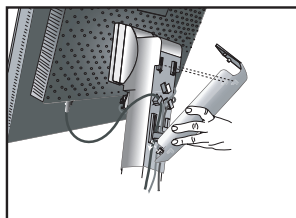

Figure 7
- Maintenez tous les câbles fortement et placez la gaine de câble dans le support (Figure 7).